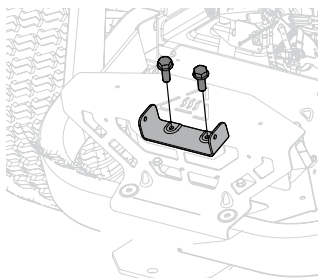

Figura 4
1. Alinee el soporte inferior (789-04279) con los orificios del tubo trasero inferior del bastidor del tractor con bridas laterales orientados hacia arriba, sujetos con dos tornillos autorroscantes (710-1238). Consulte la Figura 4.